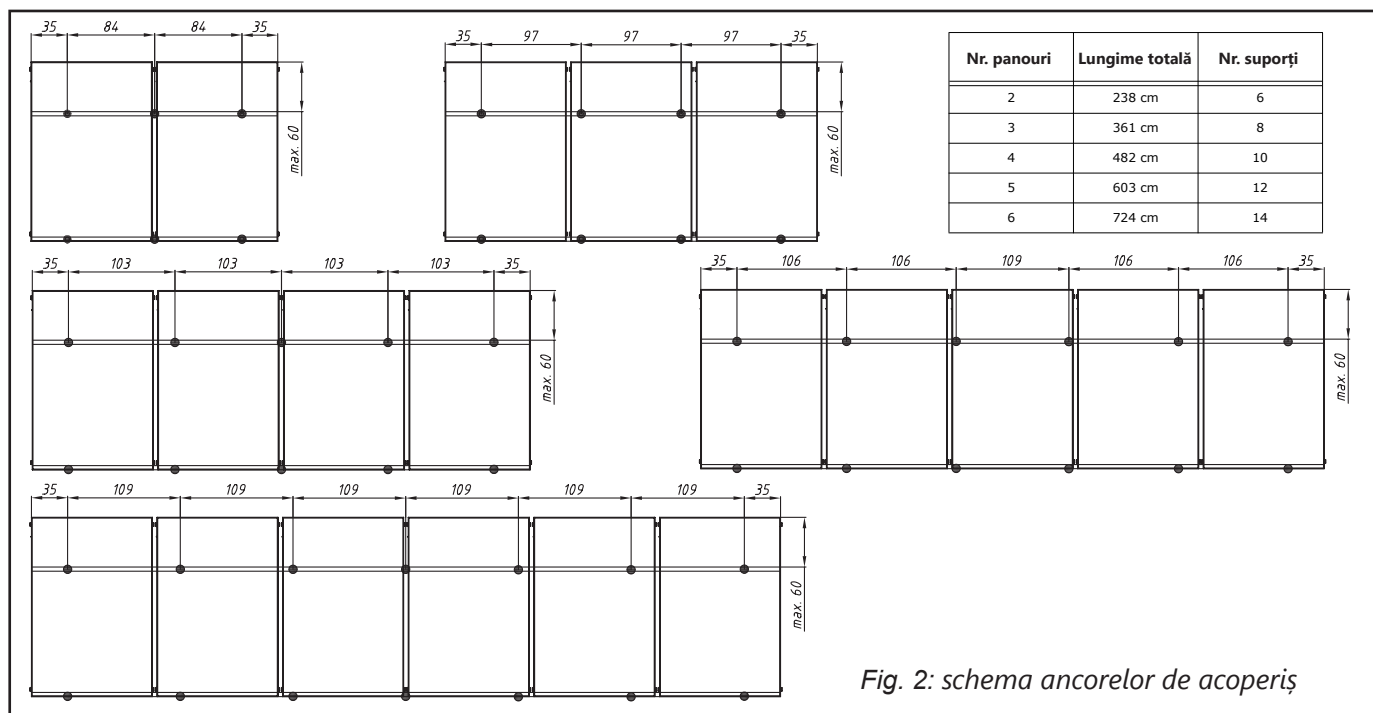
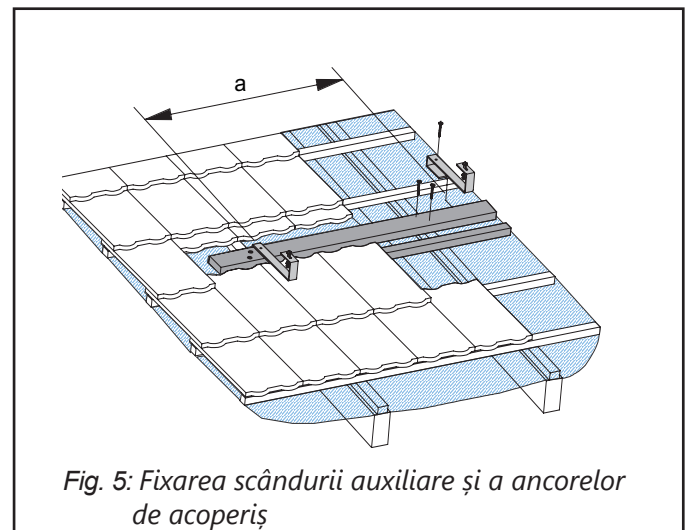

Fig. 2: schema ancorelor de acoperiș
Fig. 5: Fixarea scândurii auxiliare și a ancorelor de acoperiș
- Fixați scândurile auxiliare de șipci astfel încât distribuția ancorelor să respecte Fig.2. În același timp înșurubați scândurile în așa fel încât ancora să nu împiedice poziționarea corectă a țiglei. (vezi fig. 8)
-Fixați ancorele de acoperiș pe scândura auxiliară respectând distribuția lor din fig. 2.
-Îndepărtați acoperișul în locul unde ancorele vor fi fixate (Fig.5). Distanța dintre ancore e specificată în Fig. 2.
-În funcție de numărul de panouri, măsurați și calculați poziția de fixare a ancorelor de acoperiș (Fig.2) Se vor alege locuri unde ancorele să se poată fixa bine în căpriori.